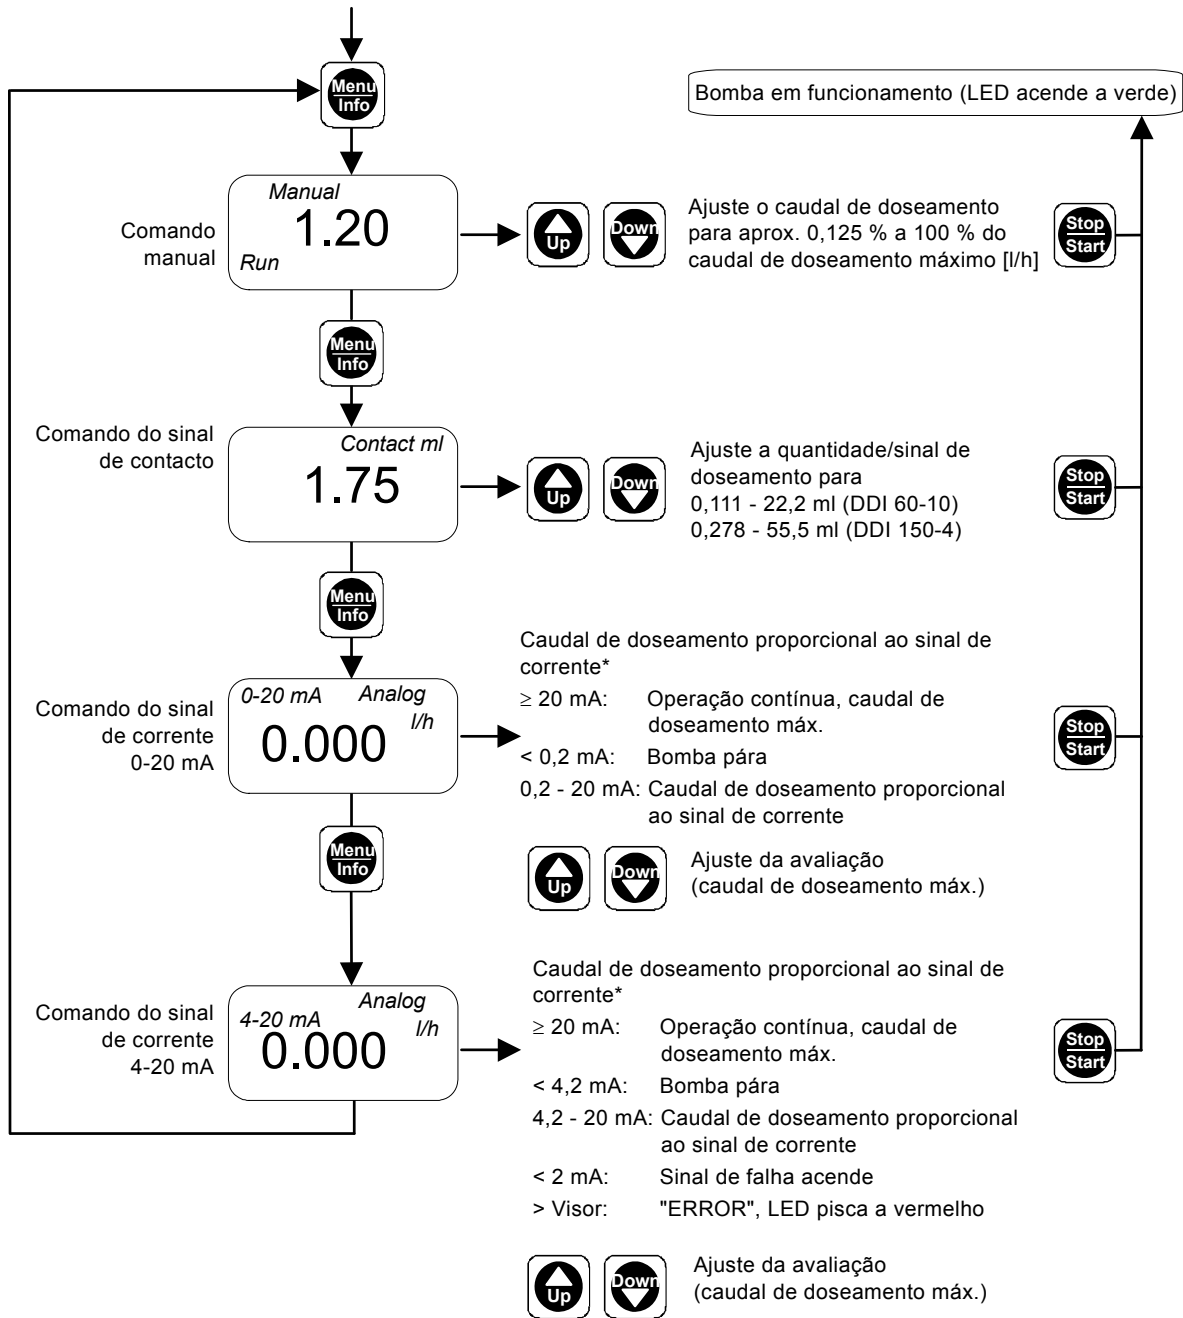

Fig. 24 Primeiro nível de função
- Utilize os botões "Up" (Para cima) e "Down" (Para baixo) para alterar os ajustes no respectivo menu como demonstrado na fig. 24.